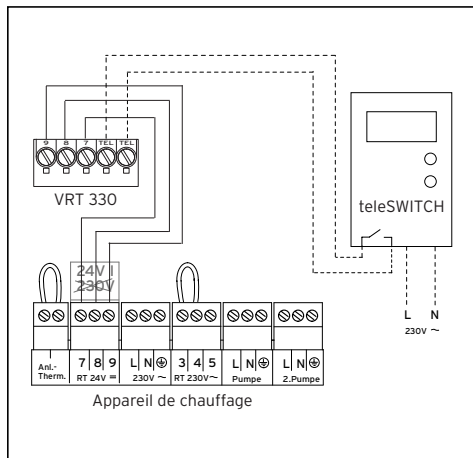

Fig. 10.1 Raccordement électrique
- Branchez le câble de connexion conformément à la fig. 10.1.
- Branchez le teleSWITCH de la manière indiquée sur la fig. 10.1. Observez également les indications contenues dans la notice du teleSWITCH.